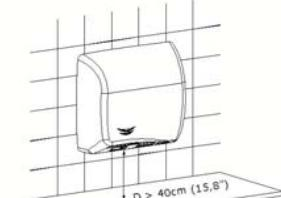

Abbildung 11
**ANMERKUNG:** Damit der Trockner ordnungsgemäß funktionieren kann, sollte ein Minimalabstand von 16 Zoll (41 cm) zwischen den Sensoren des Händetrockners und etwaigen Hindernissen wie Regalen, Handwaschbecken oder jeglicher Art von reflektierenden Oberflächen eingehalten werden (Siehe Abbildung 11).